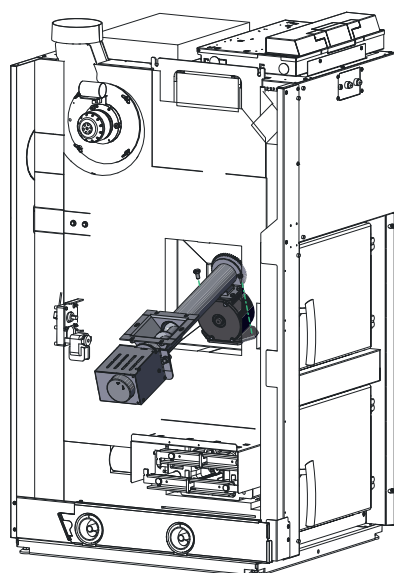

Fig. 33 Avvitare l'unità tubo della coclea valvola rotativa, per il momento solo a mano
- ▶ Avvitare l'unità tubo della coclea valvola rotativa alla caldaia con 2 viti a testa esagonale (M10 x 20) per il momento solo a mano – Fig. 33.